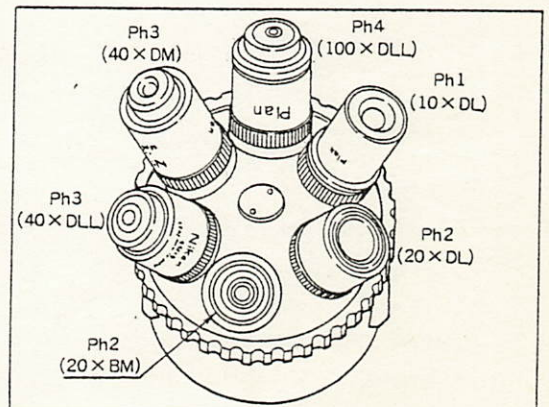

図 27
(1) 対物レンズの取付け
- ① レボルバを外して位相差対物レンズに付け替えます。
- ② 対物レンズは図27のように上からみて時計方向に Ph 記号の数字が大きくなるように取り付けます。